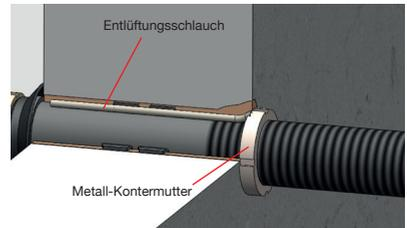

Abb. 7 Kürzung der Mauerdurchführung
- Nach dem Entfernen des Verguss-Sets gem. Abb. 7 eine Metall-Kontermutter (7) von der Kellerseite aus auf das überstehende Gewinde bis vor die Hauswand aufschrauben.